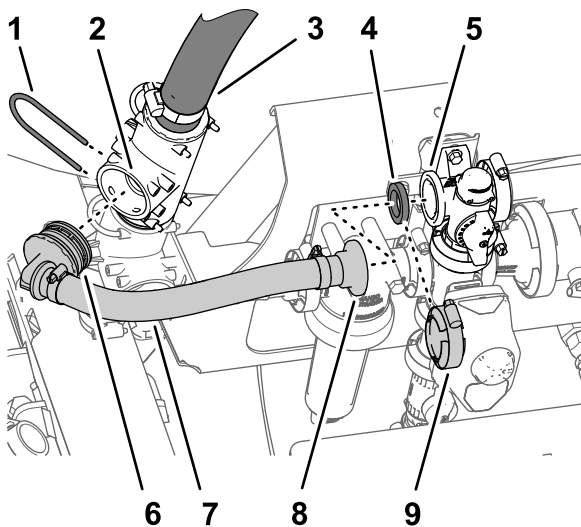

Figura 9
1. Alinee el acoplamiento dentado de 90° de la manguera de desvío de agitación nueva con el orificio abierto del acoplamiento en T superior, e introduzca el acoplamiento de 90° hasta que quede asentado en el acoplamiento en T (Figura 9).
- Sujete el acoplamiento dentado de 90° al acoplamiento en T con la horquilla de retención (Figura 9) que retiró en el paso 2 de Retirada de las mangueras \(página 6\).
- Alinee el acoplamiento recto con brida de la nueva manguera de desvío de agitación y la junta con la brida de la válvula de desvío (Figura 9).
- Sujete el acoplamiento recto con brida y la junta a la válvula de desvío con la brida de fijación (Figura 9) que retiró en el paso 2 de Retirada de las mangueras \(página 6\).